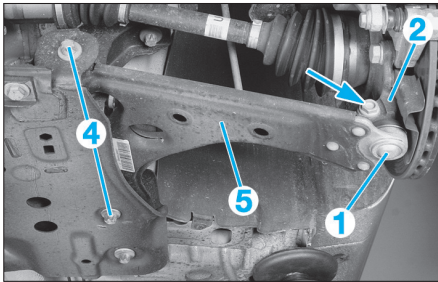

Fig. 15
- Désolidariser (flèche) la rotule inférieure (1) du pivot (2) (Fig.15).